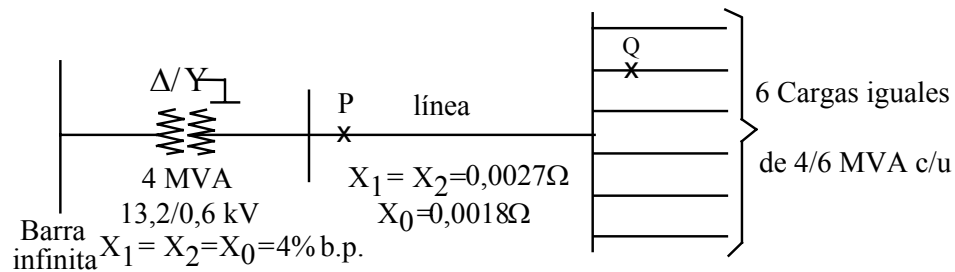

Figura 3
5. En el sistema mostrado en la Figura 3, determinar los TT/CC a usar en los puntos P y Q y calcular las corrientes en sus secundarios. Las características de los TT/CC disponibles son: